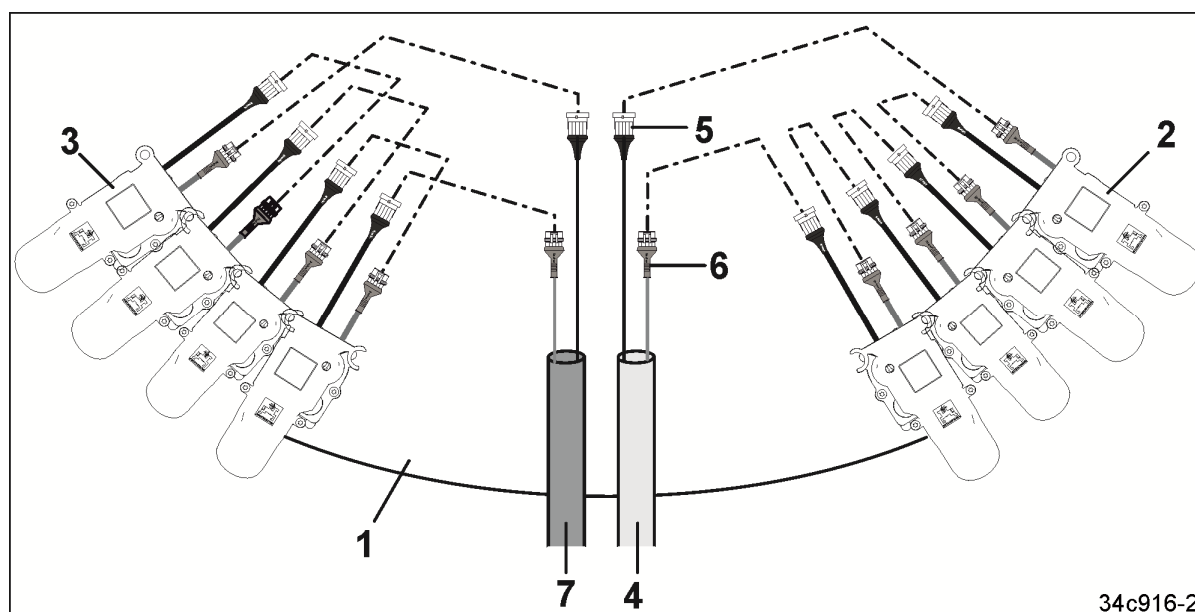

Рис. 221
Показана сегментная распределительная головка (Рис. 221/1) с 4 сегментами технологической колеи (Рис. 221/2) для создания правого следа технологической колеи и 4 сегментами технологической колеи (Рис. 221/3) для создания левого следа технологической колеи.
Правый кабель агрегата (Рис. 221/4)
- имеет штекер (Рис. 221/5) и гнездо (Рис. 221/6). Штекер всегда оснащен длинным кабелем.
Аналогично оснащен левый кабель агрегата (Рис. 221/7) с надписью «Технологическая колея слева».